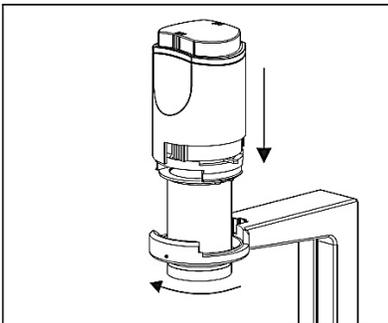

Fig. 8.1
1. Insertar el iluminador en la abertura del brazo y girarlo 90° en el sentido de las agujas del reloj para que las letras "NA 0.30" estén orientadas directamente hacia el frente. Véase la fig. 8.1.